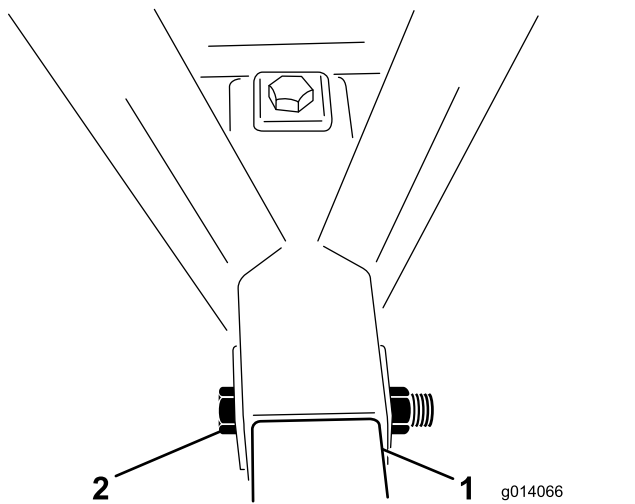

**Figura 3**
3. Rimuovete l'attacco di traino dalla posizione di spedizione tagliando entrambe le reggette che lo fissano al parafango (Figura 3). Rimuovete entrambe le staffe di montaggio dal parafango ed eliminatele.